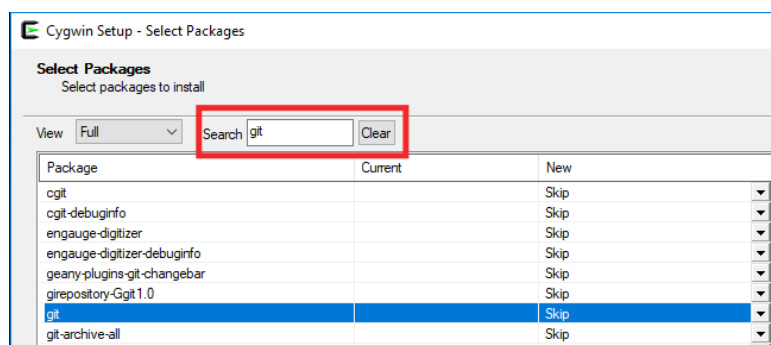

Figura 106. Procura do pacote `git`
- Procure o pacote `git` na caixa de pesquisa (**Search**) (Figura 106).